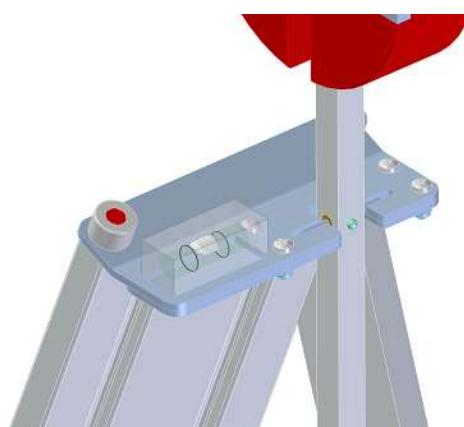

Fig. 2 : Plaque d'appui avec barre de pendule accrochée
- Saisir le pendule à deux mains et l'accrocher soigneusement à la plaque d'appui (fig. 2).